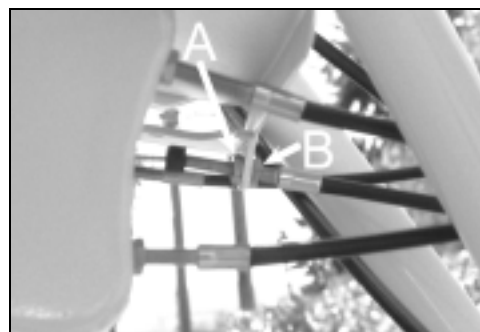

Figure 17
-Pour tendre le câble, dévissez le tendeur (figure 17, repère A) et vissez le contre-écrou de blocage (figure 17, repère B).